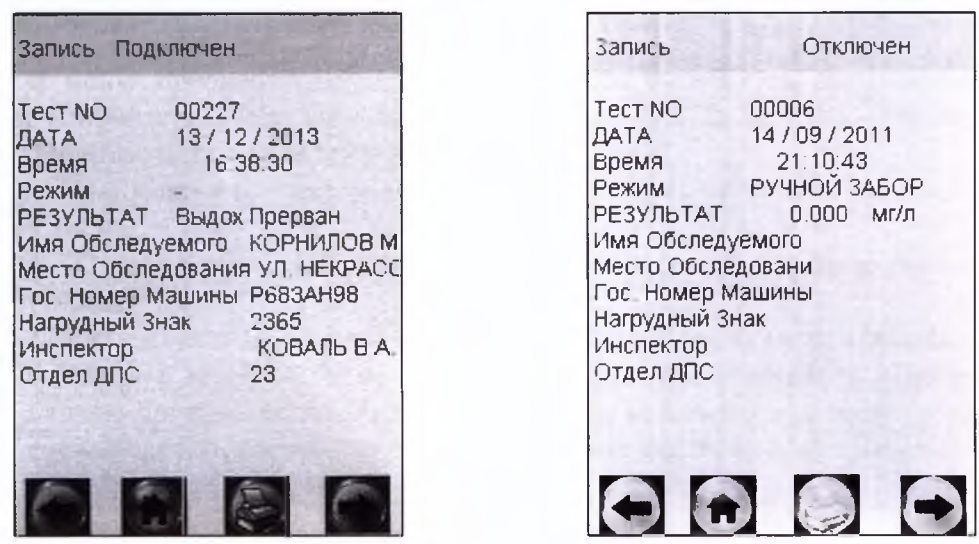
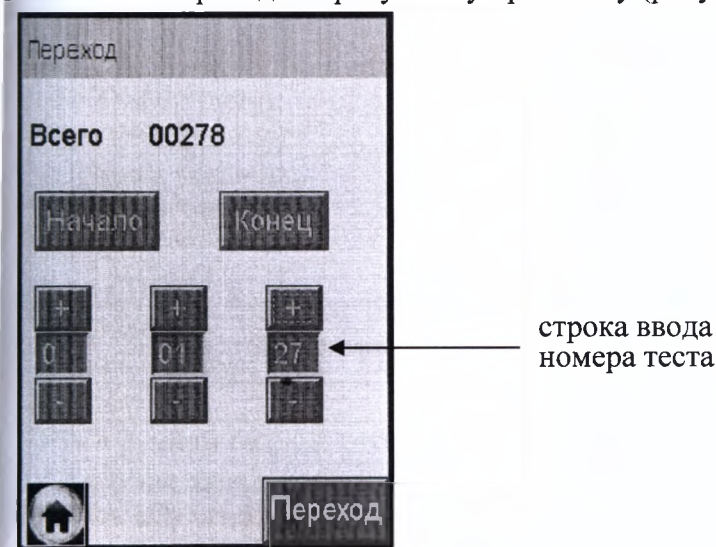

Рисунок 26 – Просмотр памяти
Рисунок 27 – Быстрый переход к требуемому протоколу
На сенсорном экране появится окно «Запись» с протоколом последнего измерения (рисунок 26).
2.12.2 Если измерения производились в режиме измерения с вводом данных, результаты измерения хранятся в памяти совместно с автоматически сохраняемыми данными (дата, время и т.д.) и с данными, введенными в предназначенные для заполнения поля (рисунок 26, слева).
2.12.3 Если измерения производились в режиме измерения без ввода данных, в памяти хранятся результаты измерения только совместно с автоматически сохраняемыми данными (рисунок 26, справа).
– находясь в окне «Запись» (рисунок 26), зажмите и удерживайте сервисную кнопку и кратковременно нажмите кнопку включения/выключения, отпустите обе кнопки; на экране появится окно перехода к требуемому протоколу (рисунок 27);